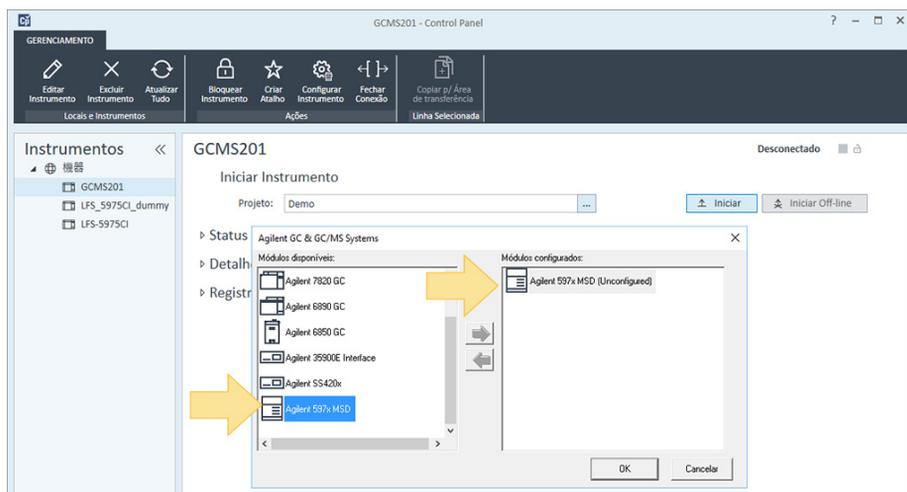
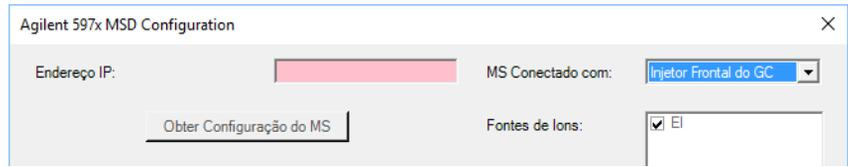

Figura 2 Configurar o painel de controle do instrumento
Figura 3 Caixa de configuração
- 4 Clique duas vezes em **Agilent 597x MSD** e, em seguida, clique duas vezes em **Agilent 597x MSD (Não configurado)**. (Consulte Figura 2.) Isso exibe a caixa de configuração. (Consulte Figura 3 na página 10.)